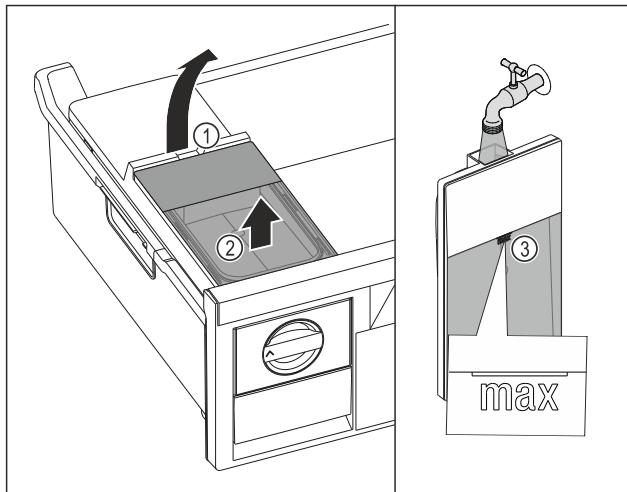

Fig. 109
- ▶ Zvedněte nádržku na vodu za vybrání Fig. 109 (1).
- ▶ Vyjměte nádržku na vodu nahoru. Fig. 109 (2)
- ▶ Naplňte nádržku na vodu pitnou vodou až po značku Fig. 109 (3).